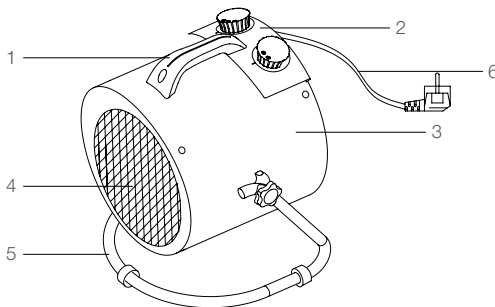

Рис. 1
4. ОПИСАНИЕ ТЕПЛОВЕНТИЛЯТОРА (рис. 1)